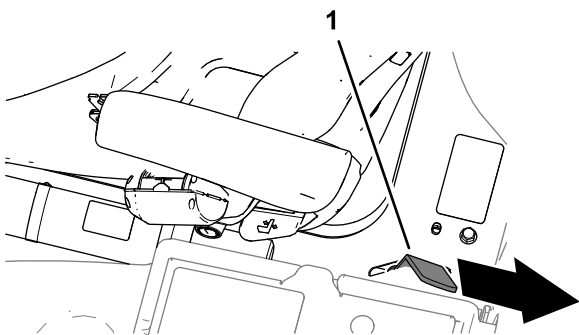

Figura 52
3. Baje la plataforma del todo y mueva la palanca de cierre de la plataforma hacia la parte trasera de la máquina hasta que el cierre se enganche del todo en la barra de bloqueo (**Figura 52**).